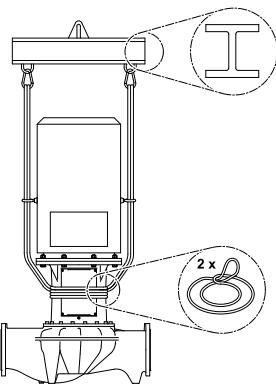

Fig. 32: Plassering av lastestropper
- For å løfte pumpen med kran må pumpen som vist i (Fig. 32/33) festes med egnede reimer. Legg pumpen i remsløyfer som strammes ved hjelp av pumpens egenvekt.